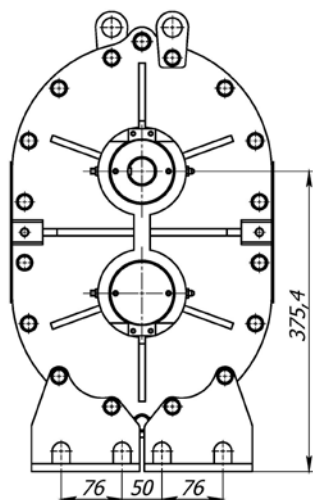

Рисунок 3
- в) вертикальная установка, горизонтальное прохождение воздуха, ведущий вал вверху (см. рисунок 3);